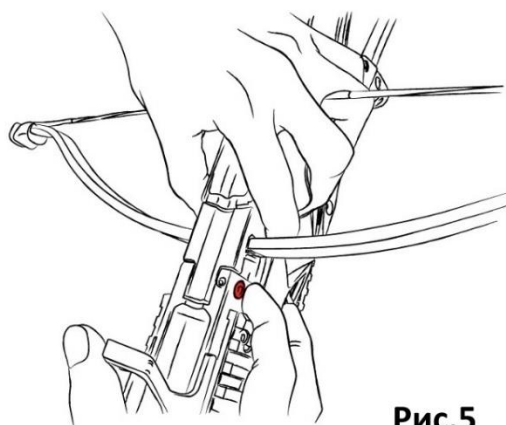

Рис.5
3. Надавите на штифт крепления плеч до упора, пока не услышите щелчок (Рис.5). Плечи арбалета безопасно установлены и готовы к взводу только когда штифт крепления плеч полностью задвинут в корпус арбалета через установленные плечи.